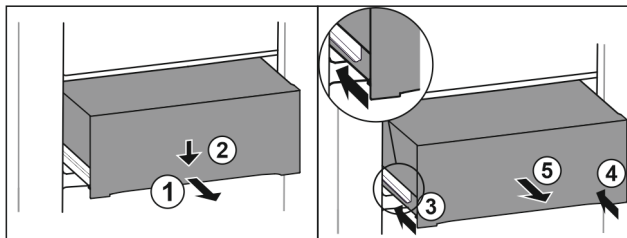

Fig. 151
- Izvucite ladicu na pola. Fig. 151 (1)
- Pritisnite ladicu naprijed prema dolje. Fig. 151 (2)
- Gurnite lijevu vodilicu za oko 2 cm. Fig. 151 (3)
- Gurnite desnu vodilicu za oko 2 cm. Fig. 151 (4)
- Izvadite ladicu prema naprijed. Fig. 151 (5)